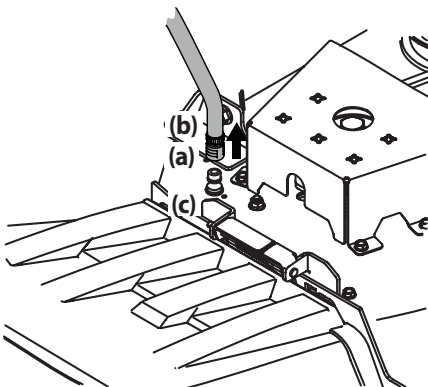

Figura 4-1
3. Tire hacia atrás el collarín de ajuste (a) del adaptador del pico (b) y empuje el adaptador del pico (b) hacia uno de los picos de lavado de la plataforma (c) de cualquiera de los dos extremos de la plataforma de corte. Suelte el collarín de ajuste (a) para trabar el adaptador en el pico (b) en el pico de lavado de la plataforma (c). Consulte Figura 4-1.
4. Mientras sostiene el extremo libre de la manguera de drenaje de aceite (a) sobre el recipiente de recolección de aceite, desatornille el tapón de cabeza cuadrada del extremo de la manguera. Consulte la Figura 4-1. Drene el aceite del motor dentro del recipiente.